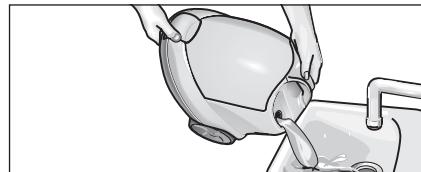

Рис. 12: промивання резервуара
- Наповніть резервуар водою та сильно струсіть його (за рахунок цього відокремлюються залишки накипу, що осіли на дні резервуара). Після цього вилийте воду, нахлививши прилад у вугол, в якому знаходиться воронка для заливання води (див. рис. 12).
- Вилити залишки води з резервуара (див. рис. 12)